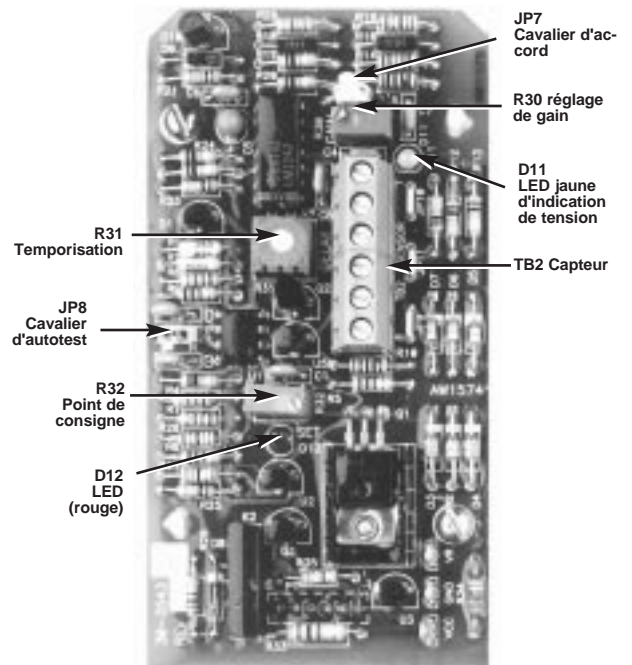

Figure 5b – Carte de circuit imprimé principale
**REMARQUE:** Le cavalier JP1 est doté d'une petite poignée. **Sur la carte principale (voir Figure 5b), le cavalier JP7 (sans poignée) est utilisé pour réaliser en usine l'accord du commutateur et ne doit pas être repositionné.**
Le cavalier JP8 (voir **Figure 5b**) permet d'effectuer un autotest en simulant une situation de niveau haut ou débit élevé ou de niveau bas ou débit faible.